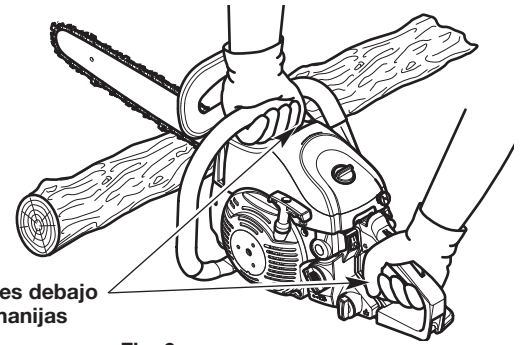
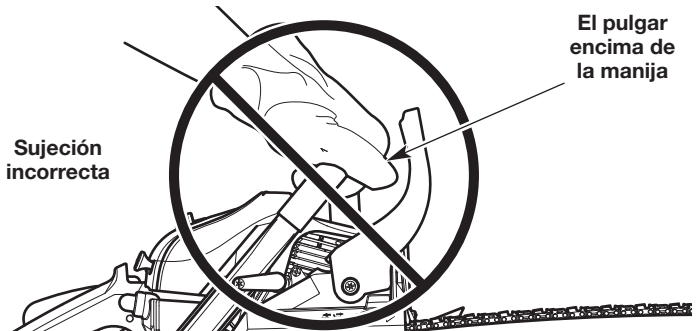

Fig. 6
Fig. 7
- Rodee firmemente las manijas con los pulgares y dedos de la mano (Fig. 6). Esto reducirá la posibilidad de perder el control de la unidad en caso de que se produzca un retroceso. Cualquier sujeción con los pulgares y dedos de la mano en el mismo lado de las manijas es peligroso (Fig. 7).